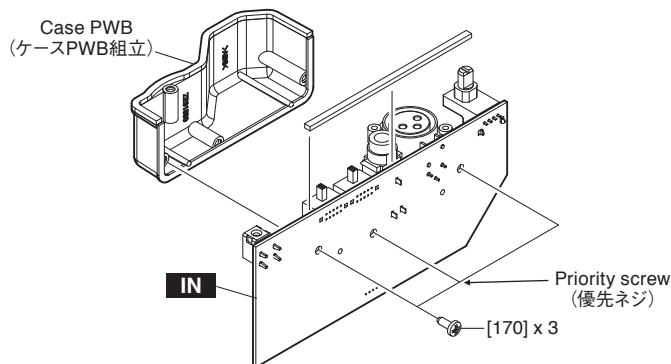

Fig. 8 (図8)
- 6-3 Remove the three (3) screws marked [170]. The IN circuit board and case PWB assembly can then be separated. (Fig. 8)
- \* **When installing the case PWB assembly, first tighten the priority screws as shown in Fig. 8.**
- 6-3 [170] のネジ 3 本を外し、IN シートとケース PWB 組立を別けます。(図 8)
- ※ ケース PWB 組立を取り付けるときには、優先ネジを図に示す方を先に締めてください。(図 8)